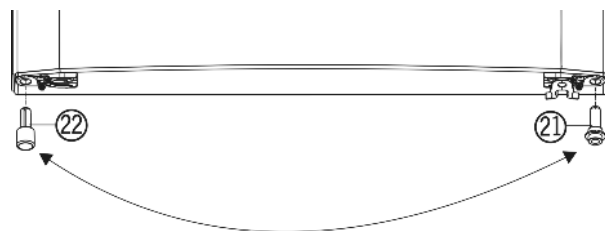

Fig. 5
- ▶ Vľavo dolu z dverí vyberte dištančný diel Fig. 5 (22).
- ▶ Dištančný diel Fig. 5 (22) znovu do dverí nasadte vpravo dolu.